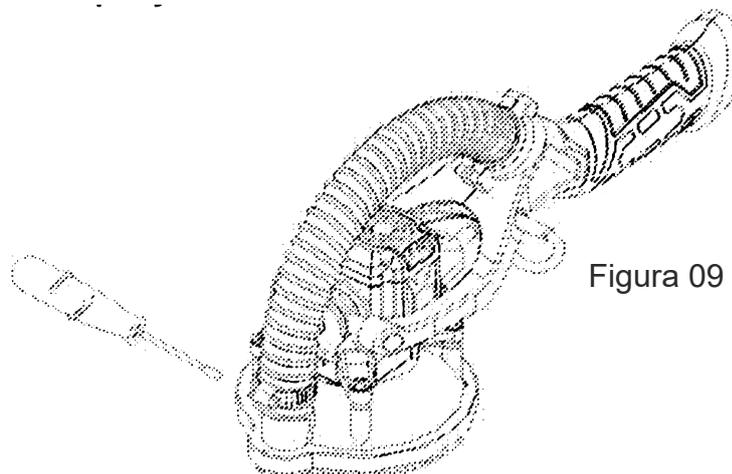

Figura 09
6.8. Trocando a mangueira de sucção (figura 09):